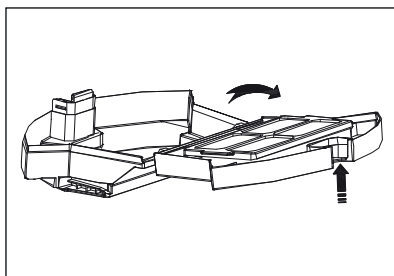

Fig. 8
- 2) Appuyez sur la touche de déverrouillage **13** du bac à poussière **14** et ouvrez-le en relevant le couvercle (voir fig. 8).